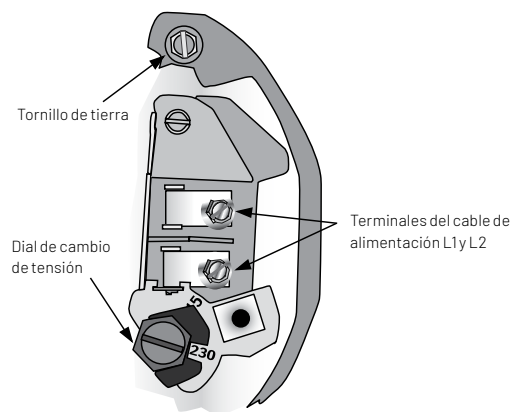

Figura 9: Tensión configurada para una corriente de 230 voltios. Selector rotativo
- Para conocer la configuración de cableado, consulte la Figura 9.
- Conecte los conductores de corriente energizados a los terminales L1 y L2. Si reemplaza el motor, revise el diagrama de cableado en la placa de identificación del motor. En el caso de motores trifásicos, o si el cableado del motor no coincide con la Figura 9, siga el diagrama que se indica en el motor.